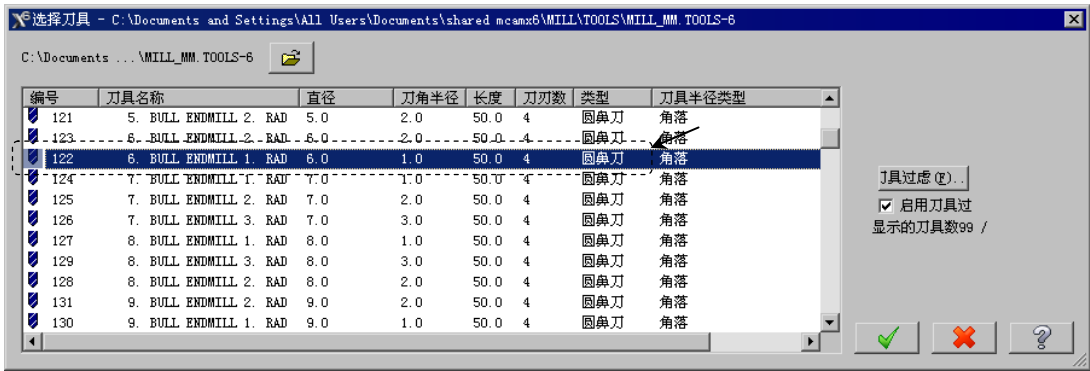

图 17.30 “选择刀具”对话框
Step4. 选择刀具。在“曲面精加工等高外形”对话框中，单击 **选择刀具...** 按钮，系统弹出“选择刀具”对话框，在该对话框的列表框中选择图 17.30 所示的刀具。单击  按钮，关闭“选择刀具”对话框，系统返回至“曲面精加工等高外形”对话框。